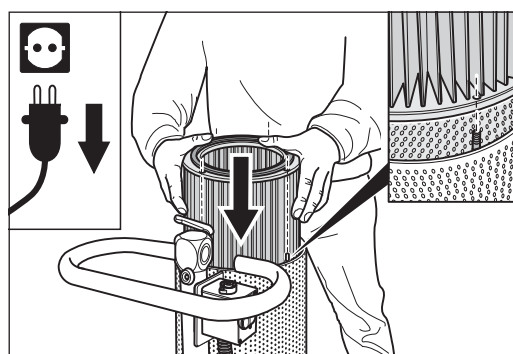

Abb. 75 Die Filterpatrone vorsichtig von oben über die vier Gewindestangen schieben.
- 2 Schieben Sie die Filterpatrone vorsichtig von oben über die vier Gewindestangen (Abb. 75). **Achten Sie darauf, dass die Filterpatrone nicht beschädigt wird!**